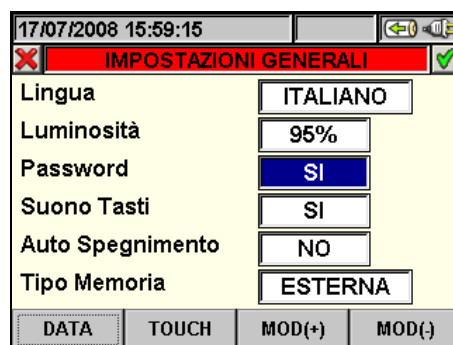

Fig. 12: Videata Impostazione Password di protezione
1. Posizionare il cursore con i tasti freccia alto o basso sul campo corrispondente alla voce “Password” evidenziandolo su sfondo blu, come mostrato in Fig. 12